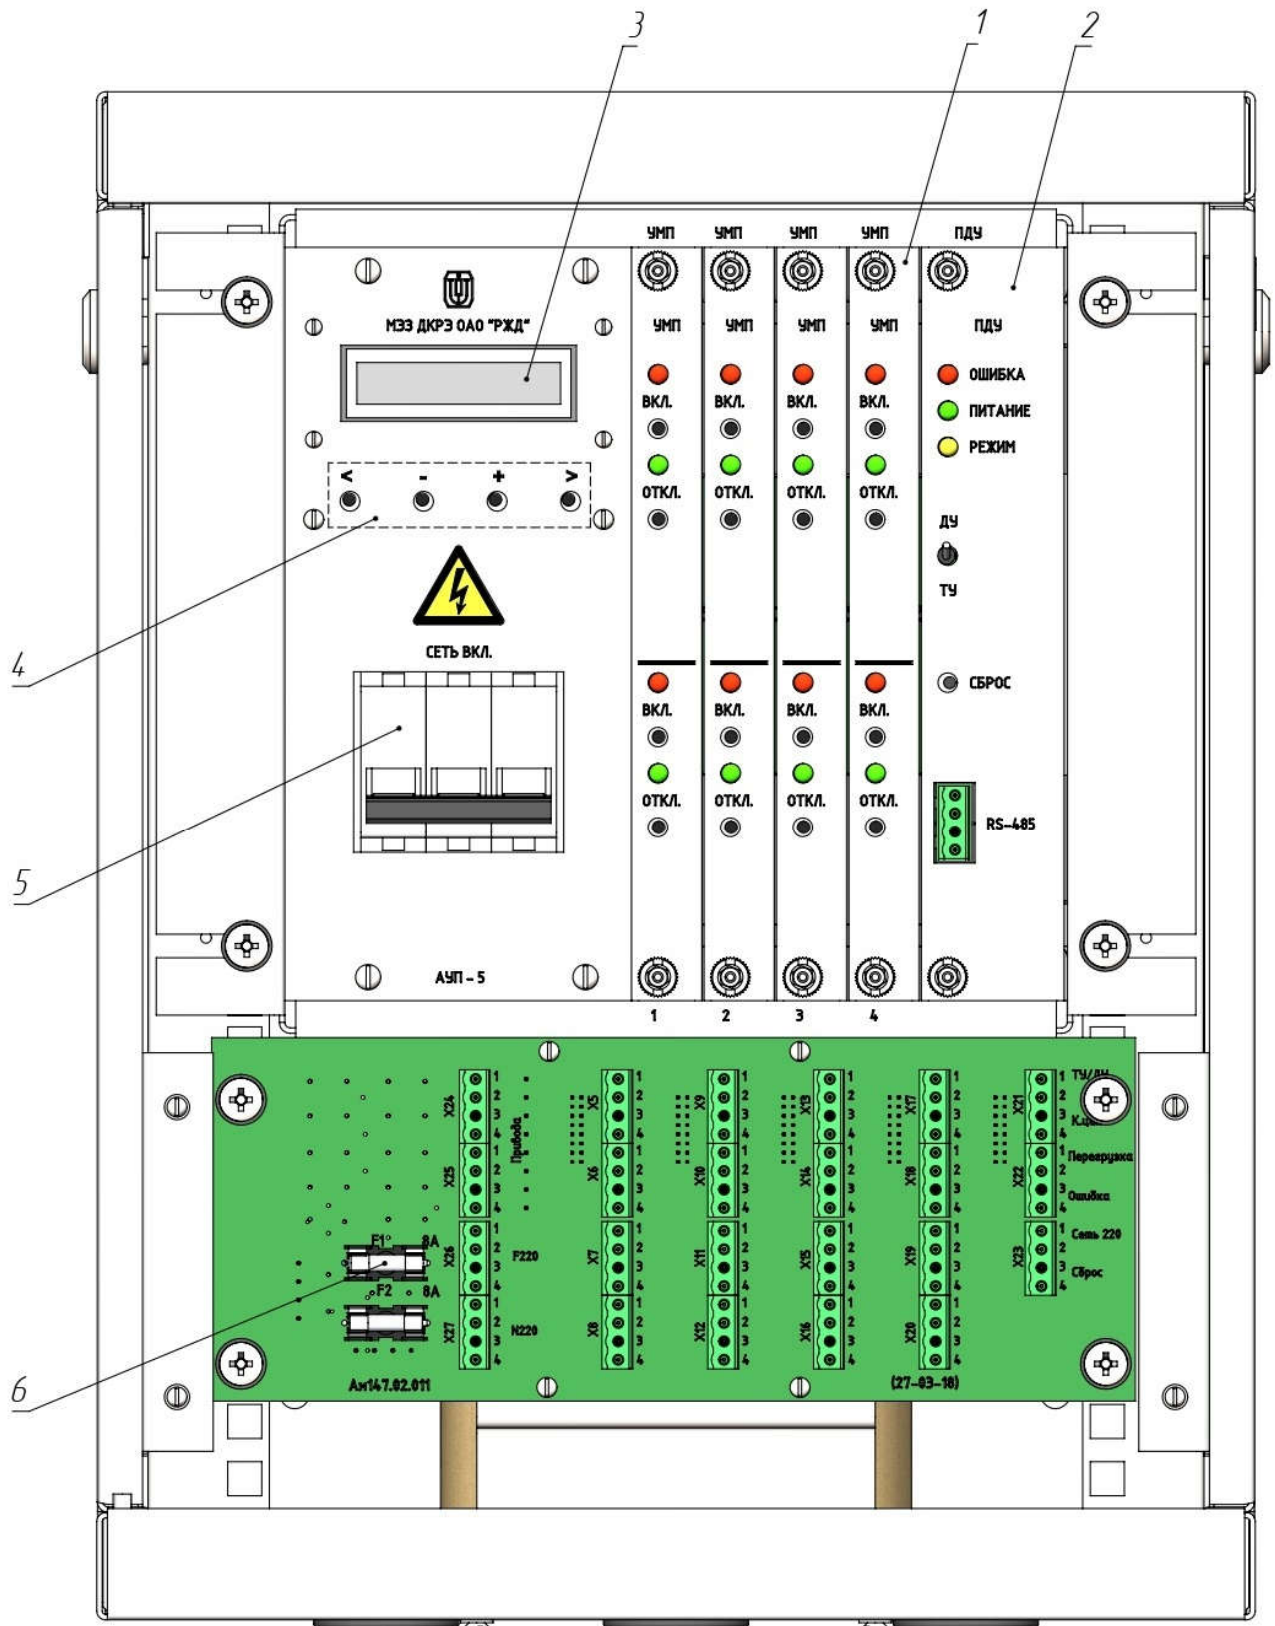

Рис.1.
3.3 Состав аппаратуры АУП-5 приведен на рис.1:
3.5 «ЖК индикатор» (поз.3, рис.1) – отображает информацию о состоянии и работе аппаратуры, обеспечивает просмотр и изменение уставок. Просмотр и изменение уставок организовано в виде иерархического меню. ЖК индикатор автоматически выключается через 1 минуту бездействия. Включение ЖК индикатора произойдет при нажатии любой кнопки навигации.
3.6 Кнопки навигации по пунктам меню (поз.4, рис.1):